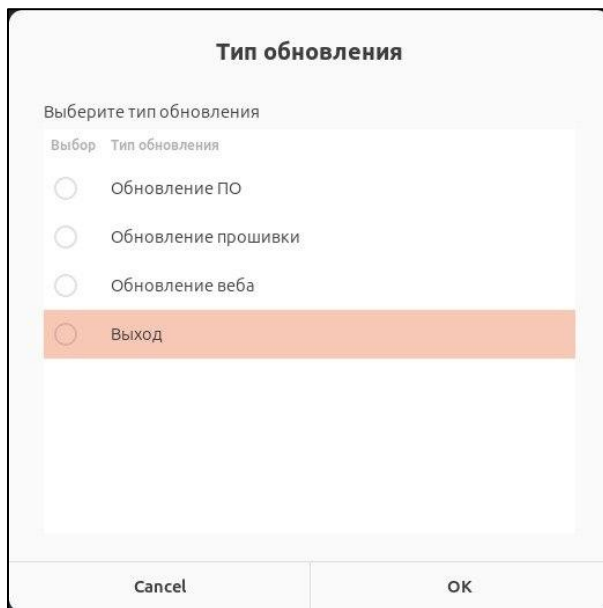

Рисунок 89 – Диалоговое окно для выбора типа обновления
- 3) Откроется программный интерфейс «Terminal». Отобразится диалоговое окно для выбора типа обновления (см. Рисунок 89).
Дождитесь появления диалогового окна для выбора типа обновления (см. Рисунок 89).